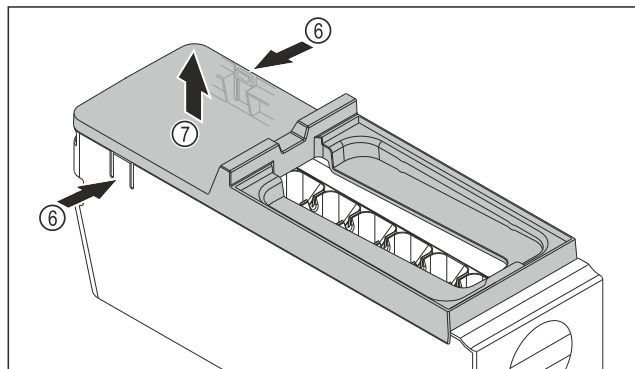

Fig. 173
- ▶ Fjern dekelet til hoveddelen til EasyTwist-Ice: Trykk på tappene Fig. 173 (6) på begge sider av hovedenheten til EasyTwist-Ice- med én hånd.
- ▶ Fjern dekelet Fig. 173 (7) ved å trekke det oppover med den andre hånden.